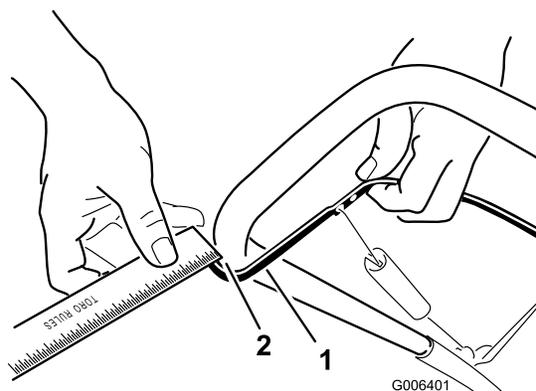

Figure 17
Rapprochez la barre de commande du guidon pour tendre le câble de commande (Figure 17).
Remarque: Vérifiez que la barre de commande et le guidon sont espacés de 2 à 3 mm (1/16 à 1/8 po) (Figure 17).
2. Accrochez le raccord en Z à un trou plus haut ou plus bas sur la biellette de réglage de manière à obtenir un espace de 2 à 3 mm (1/16 à 1/8 po) entre la barre de commande et le guidon (Figure 17).